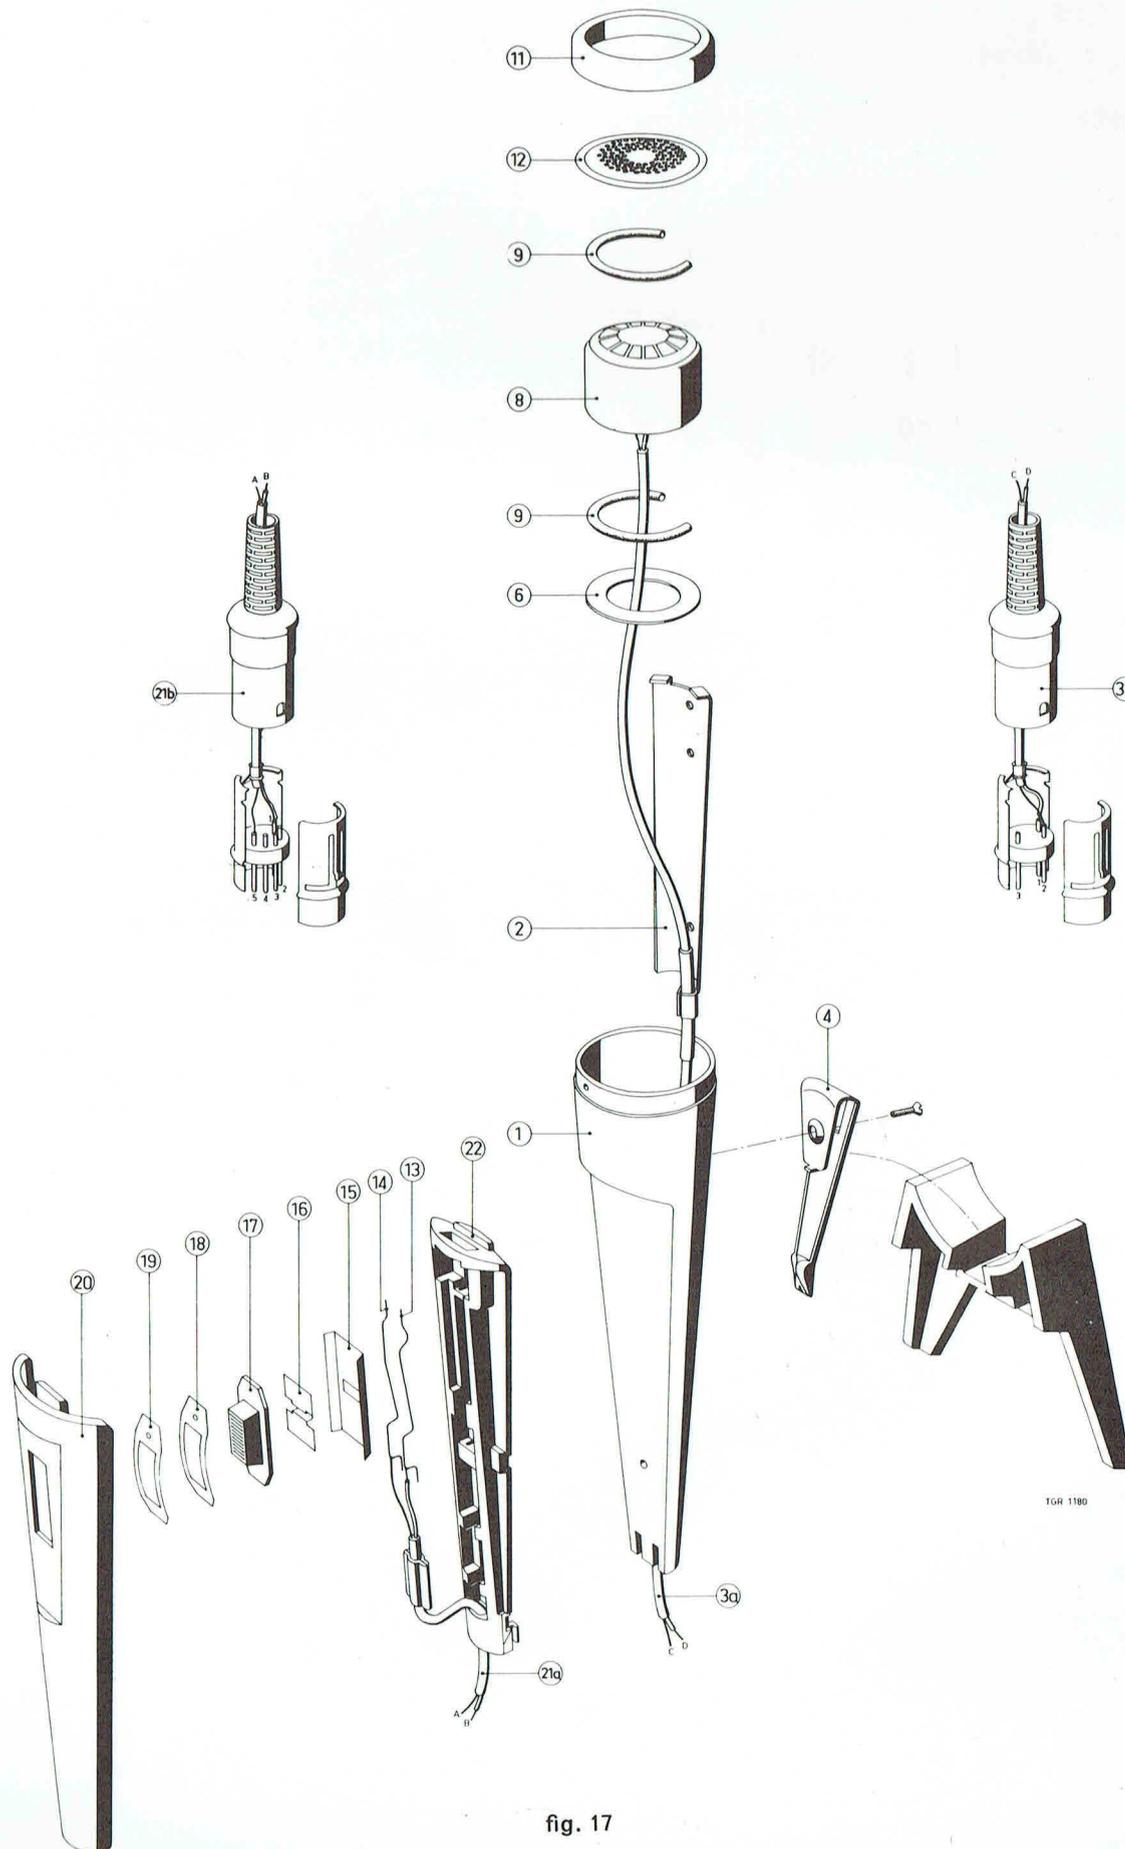

fig. 17
**Nomenclature du microphone,** voir figure 17
(voir fig. 17)